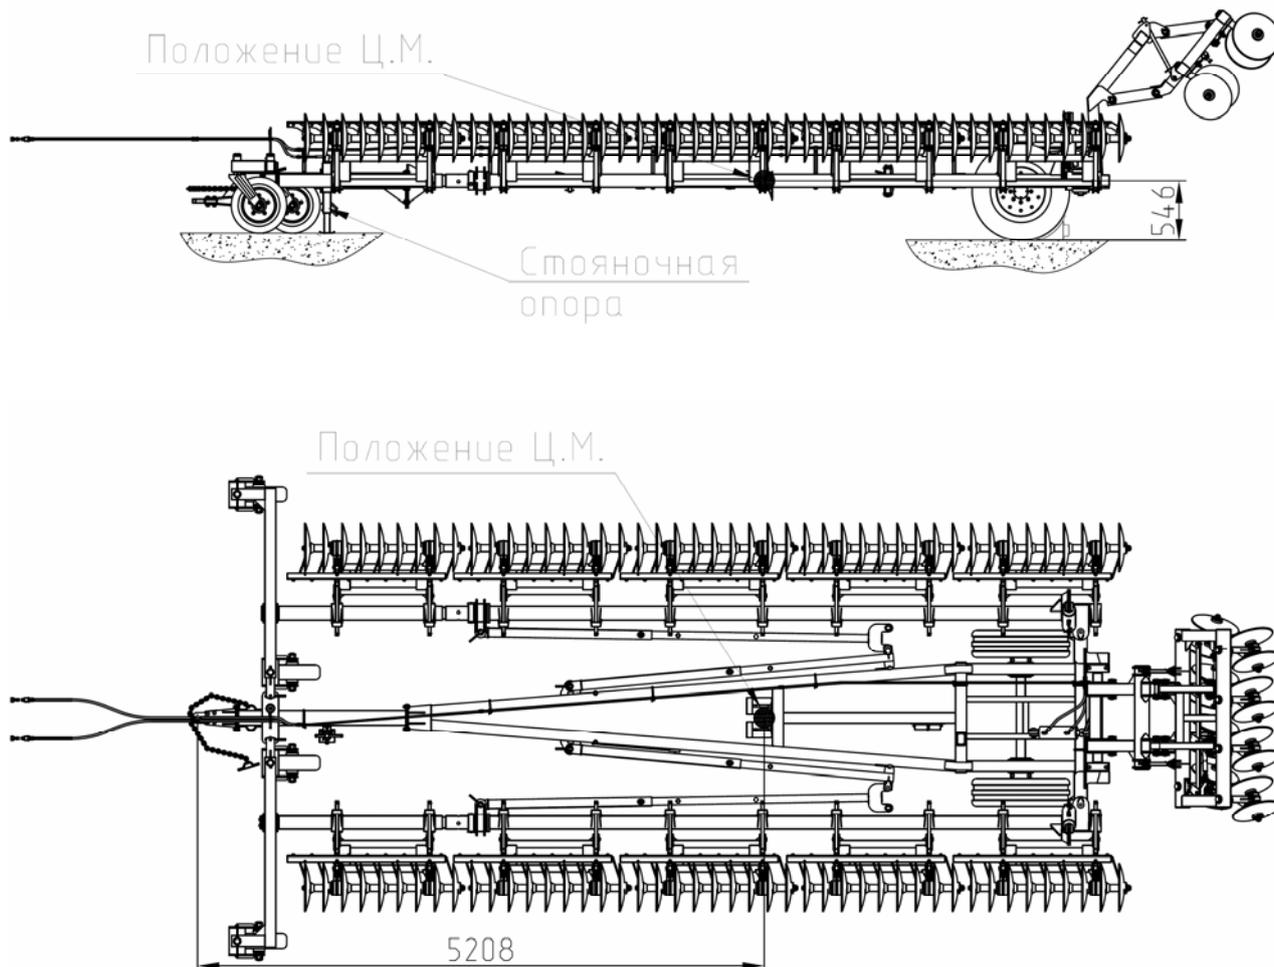

Рис.17 Расположение центра тяжести луцильника.
24.Расположение центра масс	см. рис. 17
- отсоединять луцильник в транспортном положении от трактора без установленной стояночной опоры (рис.17) на снице;